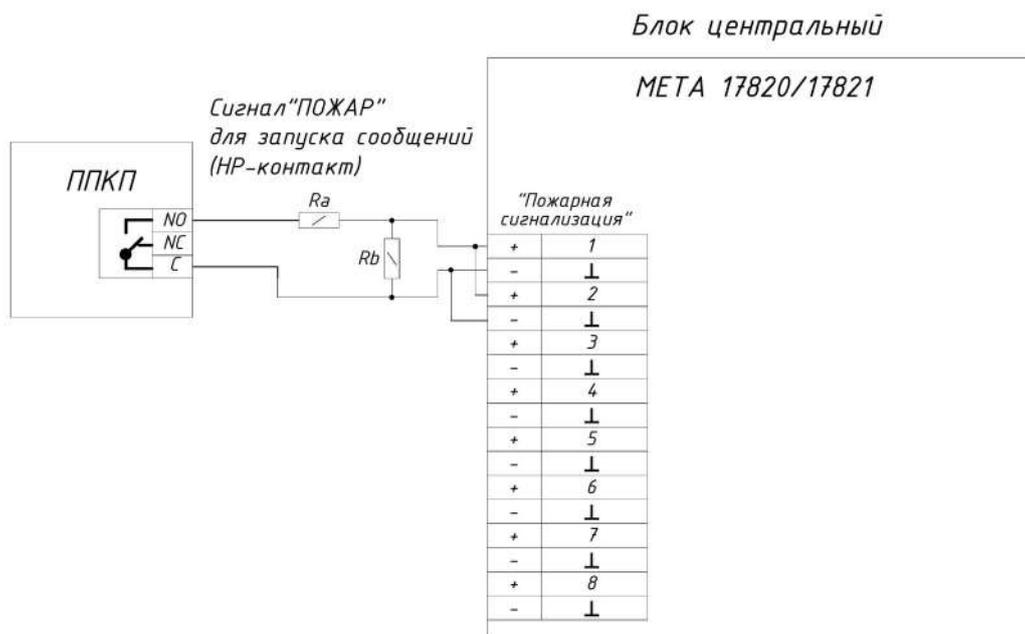

Рис. 4
Если необходимо сигнал от одного ППКП подключить к нескольким клеммам блока МЕТА17820/17821 в параллель, то номиналы резисторов  $R_a$  и  $R_b$  должны быть уменьшены в соответствующее число (N) раз. На рис. 4 представлена данная схема подключения